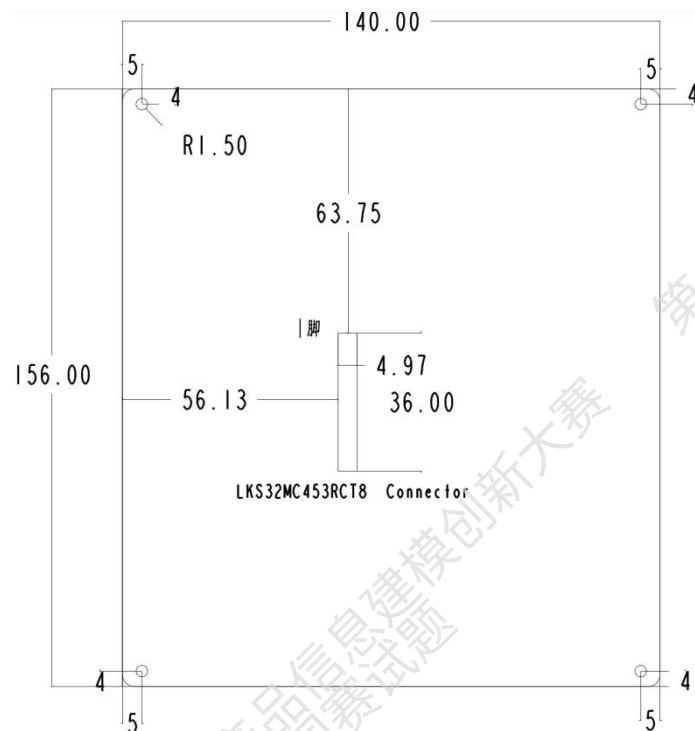

图 7 PCB 板结构要素图 (单位: mm)
- 2、电路板规格为四层板、板厚 1.6mm, 可双面布局; PCB 外框、插接器件、螺钉孔等根据所提供 CAD 结构要素图进行设计与放置(或根据图 7 自行绘制); 在左右板边 5mm 范围内禁布贴片器件使其满足 SMT 贴片要求(说明: 插件的位置不影响 SMT 贴片), 非工艺边的贴片式元器件距离板边不小于 2mm。